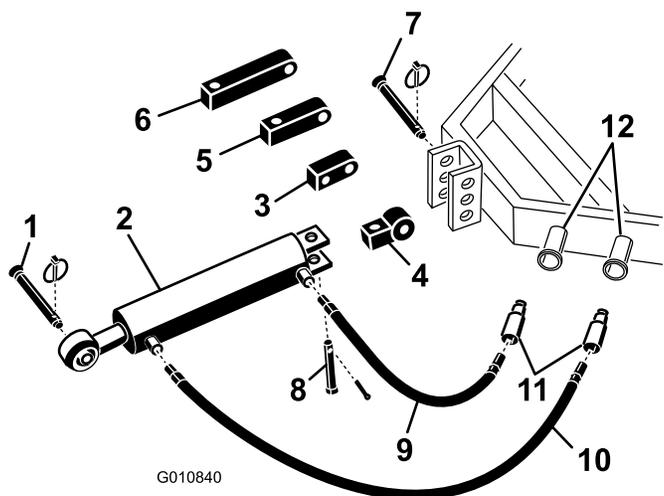

図 5
1. トラクタに付いているピンを使って、油圧式上部リンクの接続リンクをトラクタに固定する(図5)。油圧式上部リンクは、ロッドの端がエアレータを向くように取り付ける。シリンダ・ポートは、トラクタの補助パワー油圧に向くように取り付ける。
注 油圧シリンダのポートが上を向くような取り付けしかできない場合には、通常取り付けブロックではなく、回転ブロックを使ってポートの位置を合わせてください(図5)。回転ブロックの代わりに90度油圧フィッティングを使用することができます(フィッティングは付属品ではありません)。
- A. 通常の接続リンクをシリンダに固定しているコッター・ピンとピンを抜き取る(図5)。シリンダから接続リンクを取り外す。
- B. 外したピンを使って、回転ブロックをシリンダに取り付ける(図5)。
2. 長さ 107 cm の油圧ホースを、油圧式上部リンクのポート (エアレータに近い方のポート) に接続する(図5)。オイル漏れを防止するために、ねじ部にはテフロン製テープなどのシール材を使用すること。
3. 長さ 76 cm の油圧ホースを、油圧式上部リンクのポート (トラクタに近い方のポート) に接続する(図5)。オイル漏れを防止するために、ねじ部にはテフロン製テープなどのシール材を使用すること。
油圧シリンダのロッドがブラケットにとどかない場合には、通常に取り付けブロックではなく、延長ブロックを使ってください（図 5）。
(図 5)。シリンダから見続リンクを取り外す。
(図 5)。